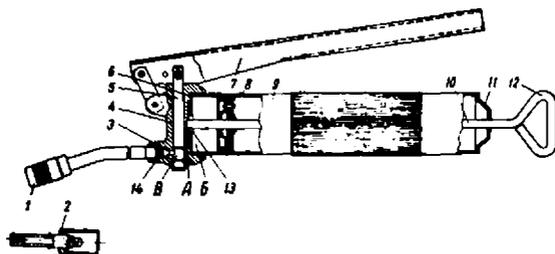

Рис. 142 Рычажно-плунжерный шприц:
**Рычажно-плунжерный шприц** (рис. 142) предназначен для ручной смазки под давлением узлов автомобиля, снабженных пресс-масленками. При полном заполнении шприца в камере В цилиндра находится 340 см3 смазки.